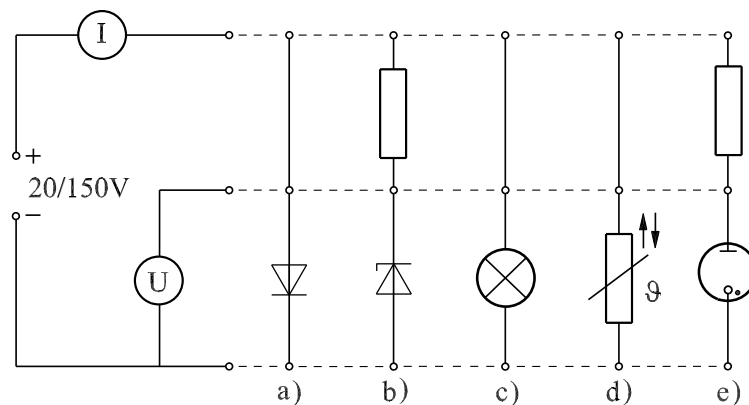

Abbildung 1: Schaltung zur Bestimmung der Kennlinien
1. Bestimmen Sie mit Hilfe der Schaltung nach Abb. 1 die Strom-Spannungs-Charakteristik folgender elektrischer Bauteile: